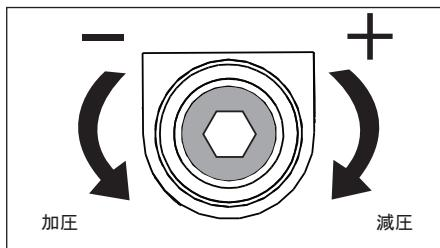

図14: 逃がし弁調整ネジ
- 7/32" アレンレンチを使用して、リリーフ弁の調整ネジを2回転ほどさせてゆるめます。図14を参照してください。